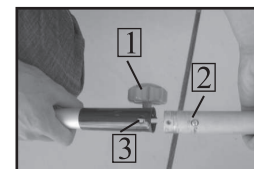

рис.2
6.1 Установка нижней части штанги гибкого вала (рис.2).
6.1.1 Ослабьте барашковую рукоятку 1 (рис.2), откручивая её против часовой стрелки.
6.1.2 Совместите верхнюю и нижнюю части штанги, как показано на рис.2
6.1.3 Соедините верхнюю и нижние части штанги. При этом фиксирующая кнопка 2 (рис.2) должна находиться в отверстии 3 (рис.2) соединительной муфты.
2. Кустарник следует подрезать по трапециевидальной форме (на 1м высоты кустарника сужение вверху на приблизительно 10 см) снизу вверх (рис.2).